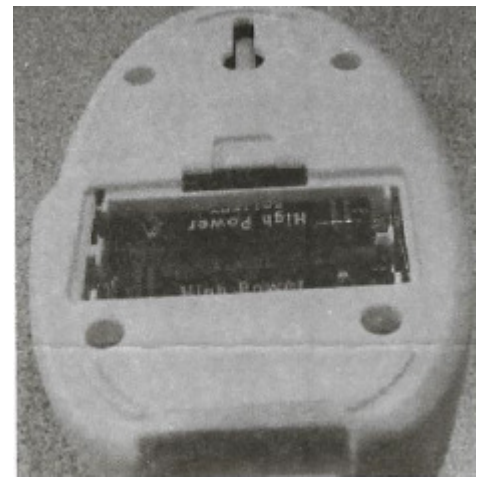

Figure 1
2. Assurez-vous que les pôles + et - sont installés adéquatement. Voir figure 1.